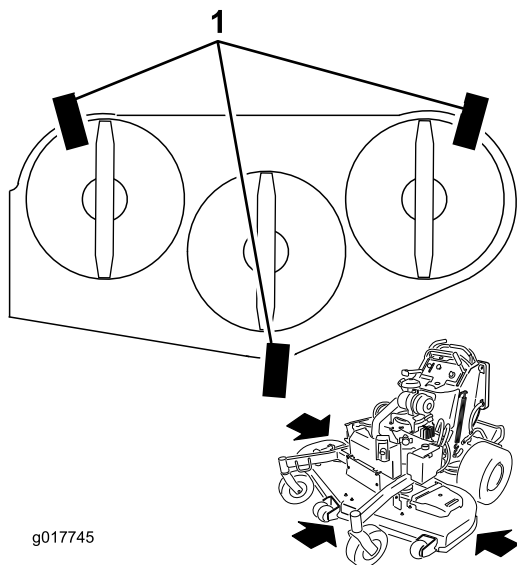

Figure 93
1. Placez 3 cales de 2x4 sous le tablier de coupe comme illustré à la Figure 93.